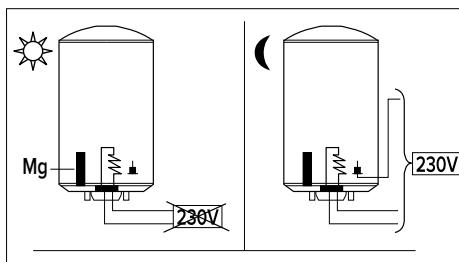

Abb. 13b - HPC
① Nachtstromversorgung
- > Heizelement \Rightarrow Nachtstromversorgung (ausschließlich oder zwei Timer-Zeitprogramme) (Abb. 13b).